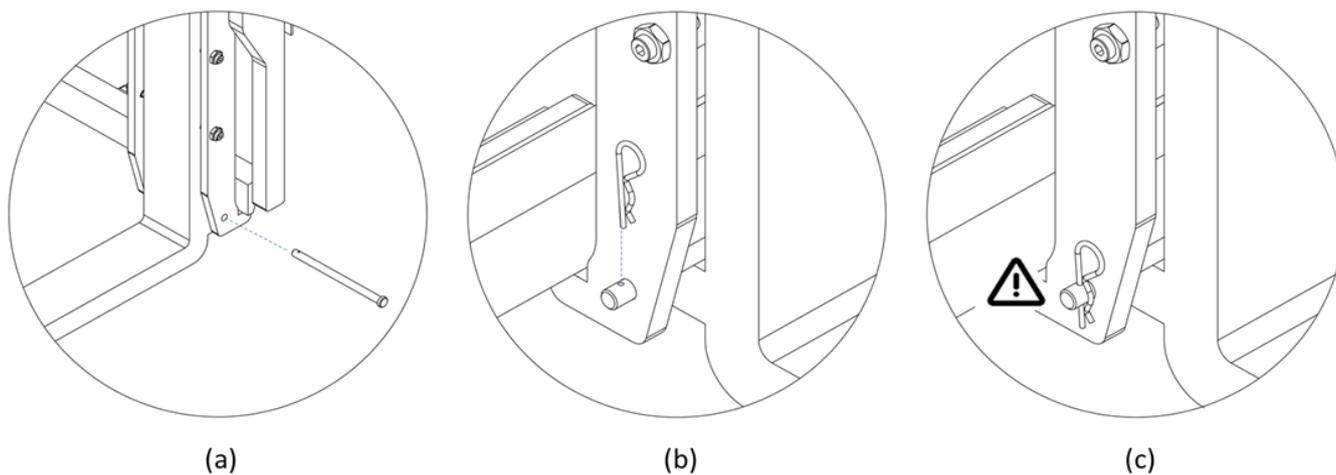

Figura 11
1. Inserte los pasadores de fijación de los ganchos de la horquilla inferiores y compruebe que el gancho de la horquilla está bloqueado por el pasador (mira *Figura 11, a*).
2. Inserte el pasador de seguridad en el orificio del pasador y asegúrese de que esté bloqueado (mira *Figura 11, b*).
4. Compruebe que los pasadores de seguridad estén presentes en ambas horquillas y correctamente colocados antes de iniciar cualquier movimiento (mira *Figura 11, c*).